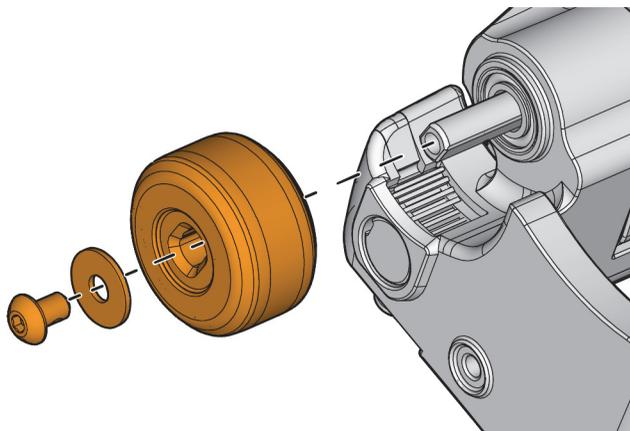

Figure 5-7 Retrait de la roue
2. Retirez la roue au-dessus de la plaquette de frein (Figure 5-7 à la page 84).